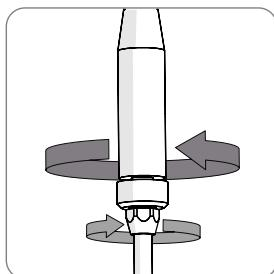

Fig 2
- Apriete completamente la tuerca de aguja grande para unir las dos partes de la lanza. (**Fig. 2**)